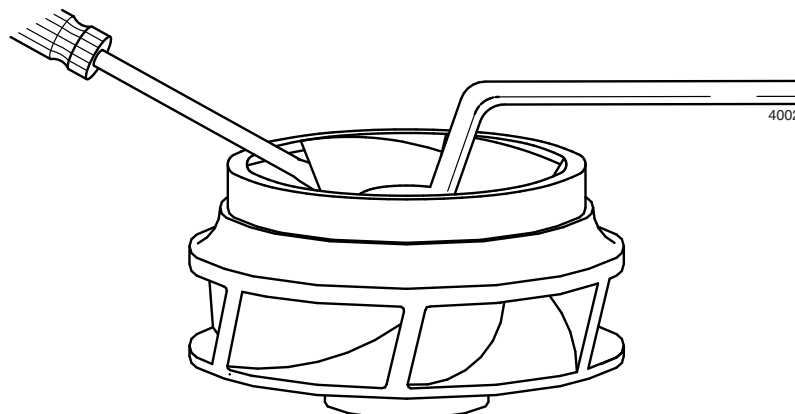

Figure 7: Desserrer l'écrou de roue.
- 2 Bloquez la roue (0120) pour empêcher qu'elle ne tourne, voir figure 7.